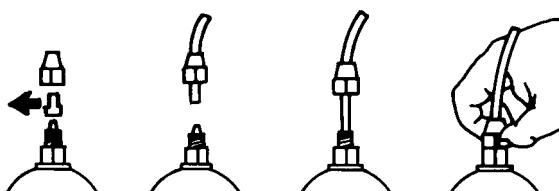

Fig. 7
- e.- Saque las dos cápsulas de protección de los empalmes, insiera hasta el fondo los tubos enroscando, y asegúrelos con los casquillos de fijación. (Fig. 7)